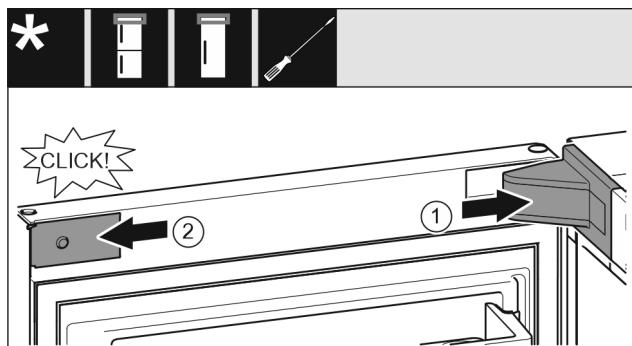

Fig. 22
- Așezați apărătoarea suporturilor de lagăr și fixați-o în poziție, după caz, desfaceți-o prin apăsare cu precauție. Fig. 22 (1)
- Aplicați și fixați în poziție masca. Fig. 22 (2)